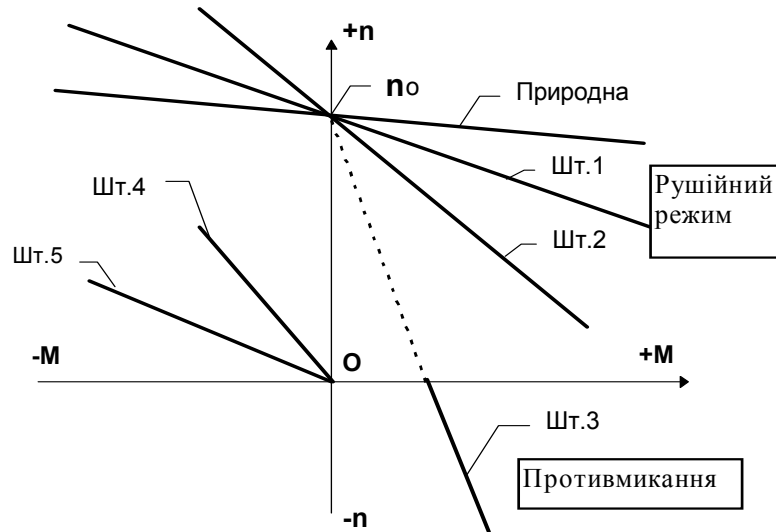

Рис. 2.2. Приблизні графіки характеристик **ИМ**
- Графіки механічних характеристик з позначками результатів випробувань. Приблизний вигляд наведено на рис. 2.2.